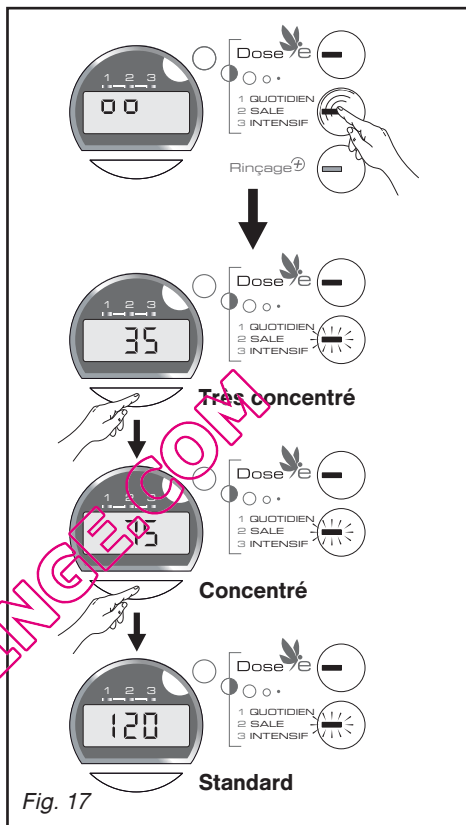

Fig. 17
– Votre machine étant sous tension, faites un appui long sur la touche "1 QUOTIDIEN" (Fig. 17).